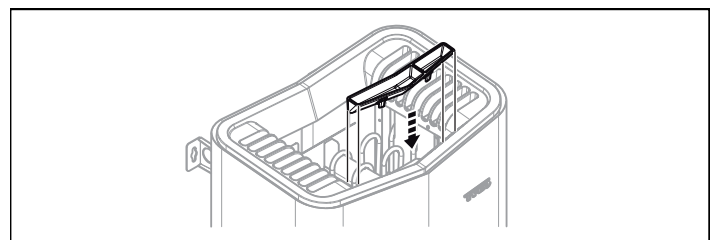

Fig 9: Montering av doftbehållare/luftfuktare
7. Montera örtskål/luftfuktare (se Fig 9).